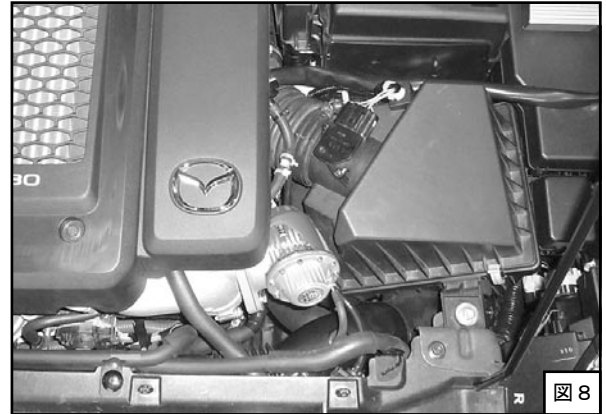

図8
- (9) インタークーラカバーを元のように取付けてください。(図8)
- (10) バッテリーのマイナス端子(-)にケーブルターミナルを取付けてください。